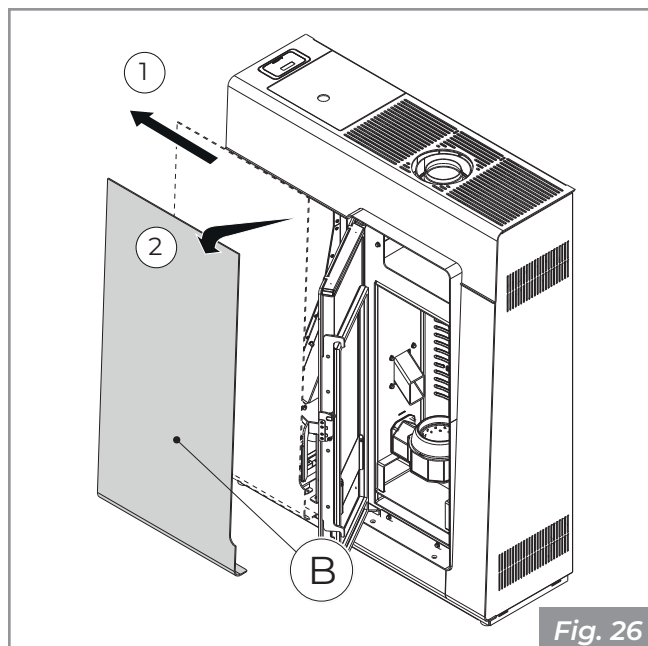

Fig. 26
- Retire el tornillo dentro de la puerta que fija el panel frontal, presione el panel frontal hacia la izquierda para liberarlo de los ganchos de fijación inferiores y retírelo (**B - Fig. 26**).